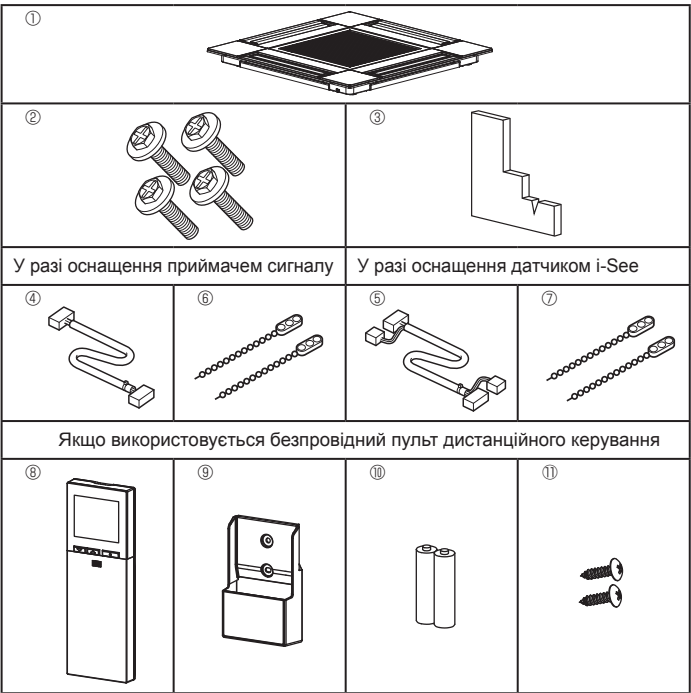

Fig. 10-1
10.1. Перевірте допоміжне приладдя для решітки (Fig. 10-1)